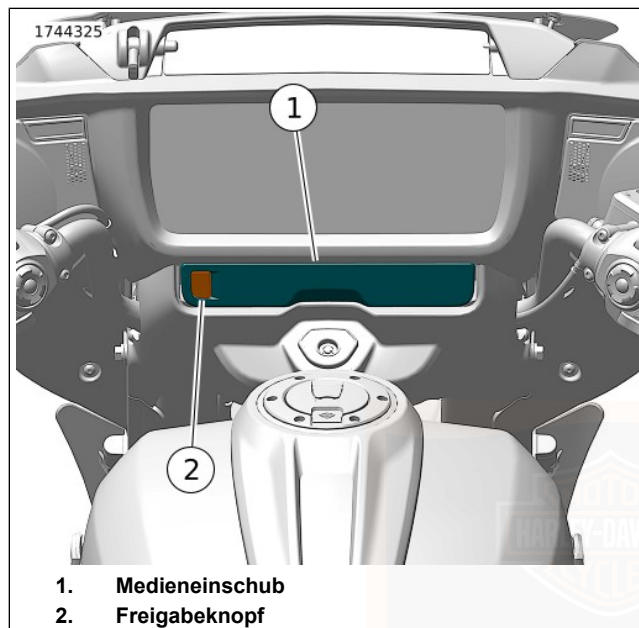

Abbildung 63. Medienfach
Siehe Abbildung 63. Das Medienfach ist ein Behältnis in der Instrumententafel, das genutzt werden kann, um ein Mediengerät anzuschließen oder kleine Artikel zu verstauen. Medienabspielgeräte und USB-Speichermedien mit Mediendateien können mit dem Universal Serial Bus Typ C (USB-C) -Anschluss verbunden werden. Aktualisierungen des IFCU-Systems werden auch über ein USB-C -Speichermedium durchgeführt.
Öffnen Siehe Abbildung 63 . Die Entriegelungstaste (2) drücken, um das Medienfach (1) zu öffnen.